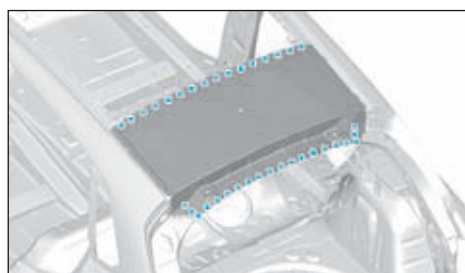

FIG.139
- points électriques (Fig.139),